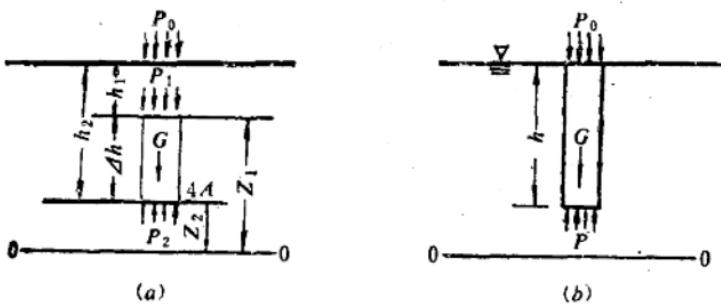

图 1-4 流体静压强基本方程式的推导
2. 流体静压强的基本方程式：图1-4为仅在重力作用下处于静止状态的水体，水受表面压强 p_0 的作用。现从静止流体中取出一个与铅垂线同轴线的小圆柱体作为隔离体，由于隔离体侧面都是铅垂面，侧面所受水平压力因小水柱处于静止状态而相互平衡；从铅直方向看，隔离体在重力和压力的作用下也保持静止状态，说明它所受铅垂轴向外力之和也相互平衡。隔离体所受到的三个铅垂轴向外力为：隔离体上端面上的压力 $P_1 = p_1 \cdot \Delta A$ ，方向向下；下端面上的压力 $P_2 = p_2 \cdot \Delta A$ ，方向向上；重力 $G = \gamma \cdot \Delta A \cdot \Delta h$ ，方向向下。其中 p_1 和 p_2 为上下两端面的压强。作用在垂直方向上力的平衡方程式为：
流体静压强基本方程式另一种形式也可由图1-4来推求。前式任一点的位置是从水面往下算的，用水深 h 表示。若取共同的水平面0-0为基准面，任一点距基准面的高度称为某点的位置高度 z ，则可将公式 $p_2 = p_1 + \gamma \cdot \Delta h$ 改写成另一种形式。由图1-4得知： $\Delta h = z_1 - z_2$ ，代入上式得：